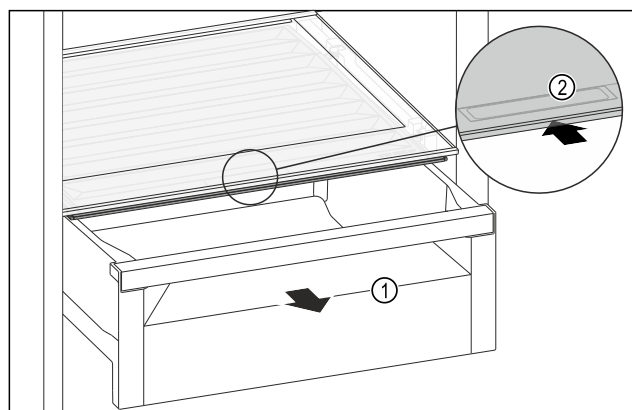

Fig. 170
- Zásuvku Fig. 170 (1) vytáhněte.
- Uchopte prohlubeň pro rukojeť Fig. 170 (2) na víku zásuvky a současně zasuňte víko zásuvky směrem dozadu.